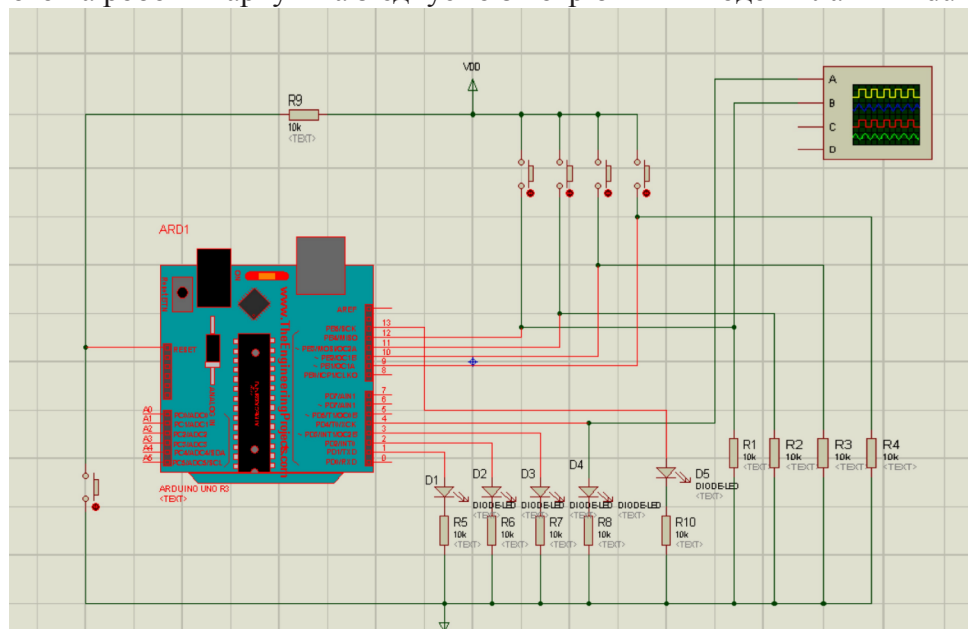

Рис. 5. Схема електрична принципова на основі плати Arduino Uno
Створимо електричну схему на основі Arduino Uno (Рис.5). Для цього додамо за допомогою закладки «DEVICES» на полі «Панелі інструментів», яка розташована вертикально зліва від робочого аркуша, потрібні елементи схеми («BUTTON», «CAPASITOR», «DOODE-LED») і т.п.), клацнувши лівою кнопкою миші на потрібному елементі, курсором встановлюємо його на робочий аркуш та з'єднуємо з потрібним виводом плати Arduino.
1. Побудувати схему електричну принципову відповідно до рис. 5 з використанням програмного середовища Proteus VSM. Зберегти робочий проект.